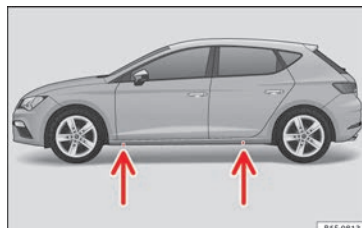

Fig. 75 Traversa: segni.
- Individuare nel longherone il punto di appoggio del cric (zona avvallata) più vicino alla ruota da sostituire » » » **fig. 75.**